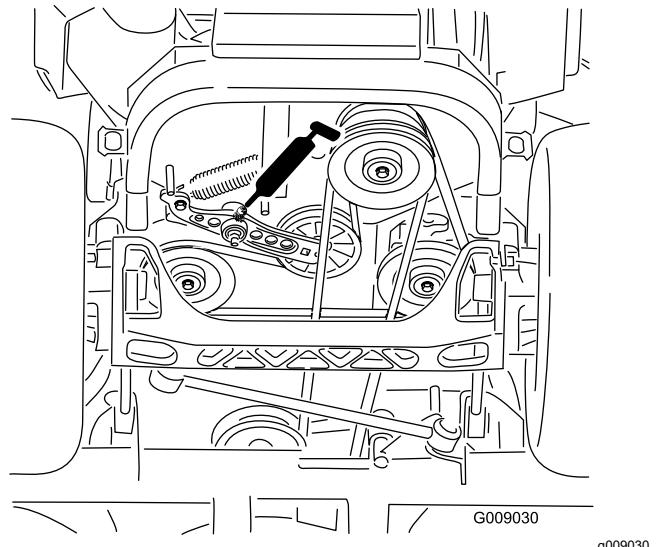

Figure 41
5. Graissez les bras de la poulie de tension de la courroie d'entraînement (Figure 41).